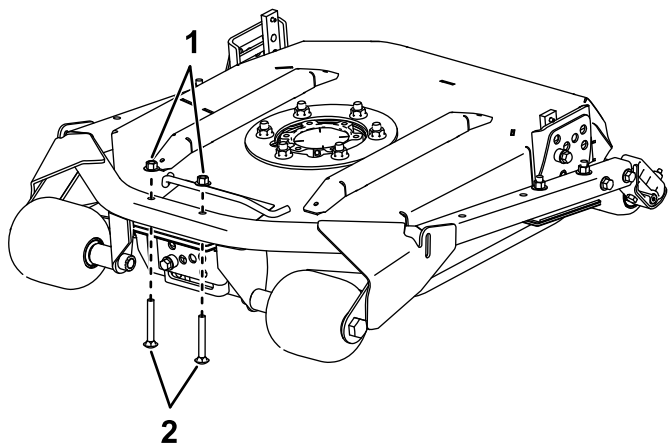

Figura 1
1. Retire las fijaciones existentes de la parte delantera de la carcasa de corte (Figura 1). Guarde las tuercas para su instalación posterior.